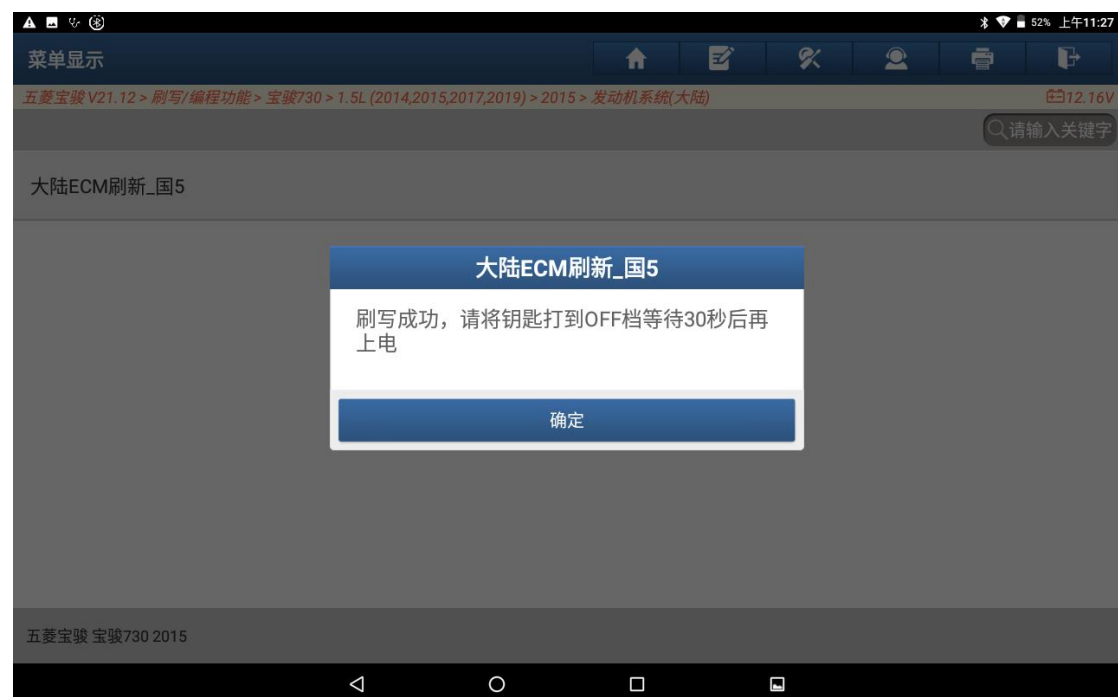

图 12
12. 刷写完成，根据提示退出系统，下电等待 30 秒，如图 12；